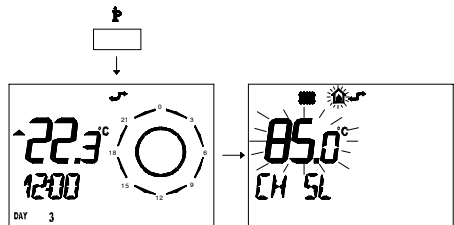

fig. 9.13
- 1 Premere per più di 3 secondi il pulsante per entrare in modalità **INFO**. (fig. 9.13)